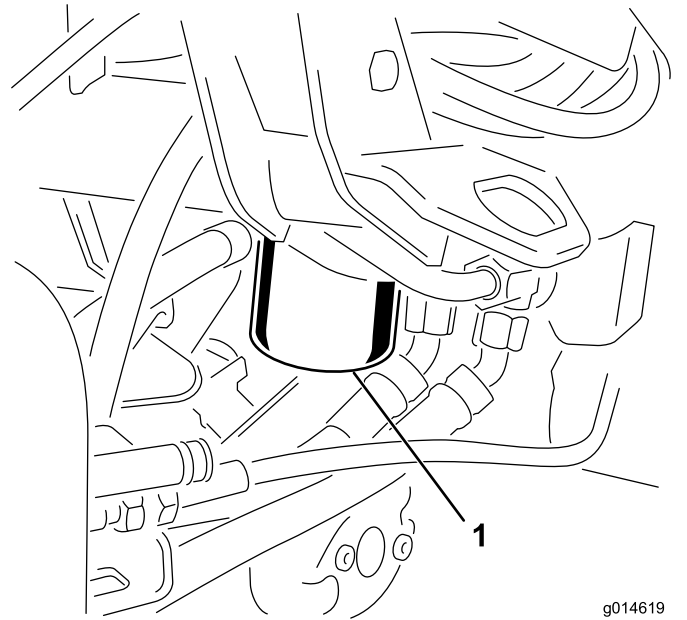

图42
1. 清洁过滤器安装区周围的区域图42。在过滤器下面放置一个放油盘并拆下过滤器。